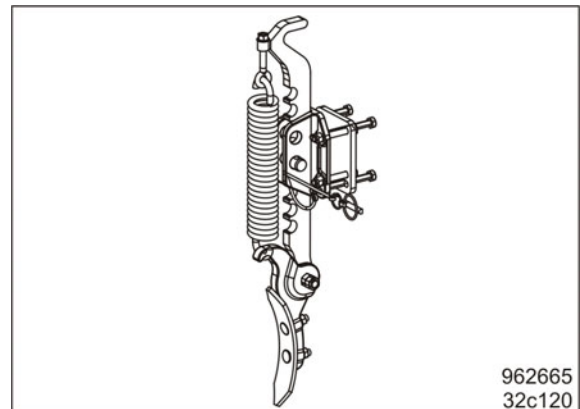

Fig. 24
- Radspurlockerer, gefedert (Fig. 24)